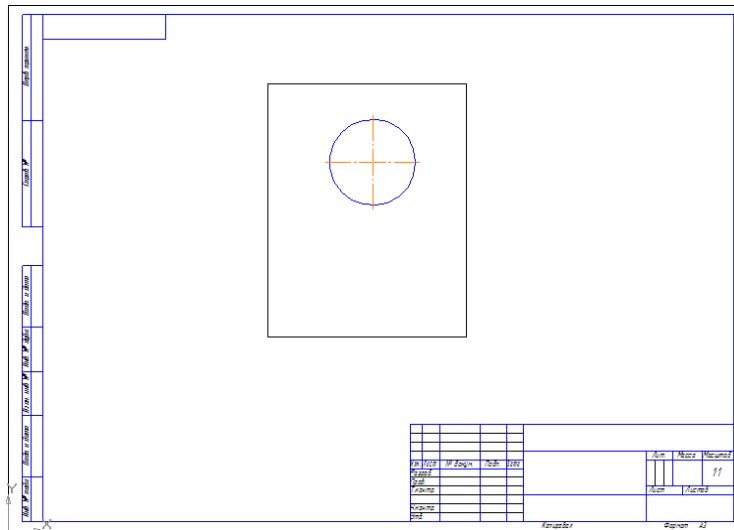

Рис. 81
2. Розміри формату А3, який виводиться на екран комп'ютера, відрізняються від реальних. Це не зручно при виконанні креслення. За допомогою команди **Увеличить масштаб рамкой**  збільшити частину креслення біля кола $k1$ (рис. 81). У розділі 2 п. 2.2 наведено послідовність дій при виконанні цієї команди.